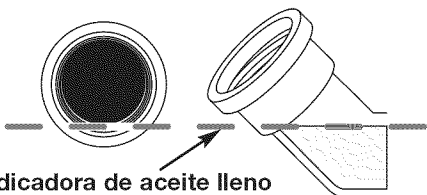

Fig. 13
- Revise el orificio de llenado de aceite (Fig. 11). Si el nivel de aceite llega hasta la primera rosca, entonces no añada más aceite (Fig. 13). Si no es así, continúe llenando con aceite hasta que llegue a la marca.